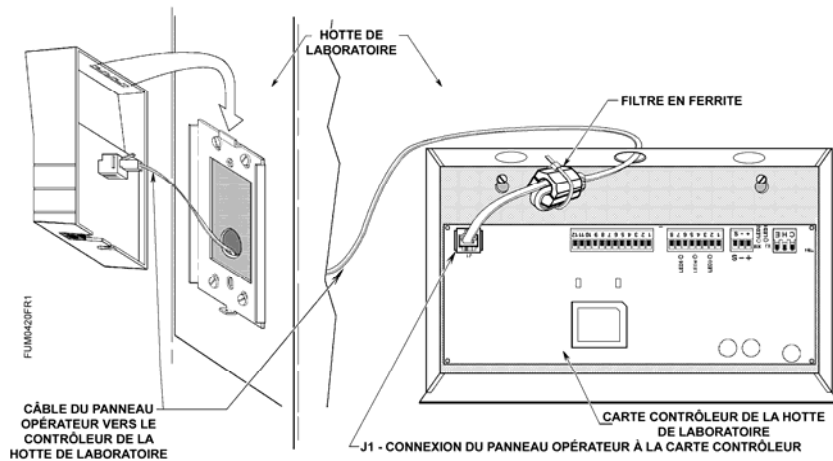
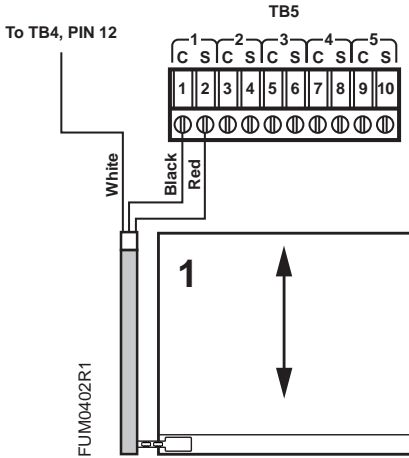
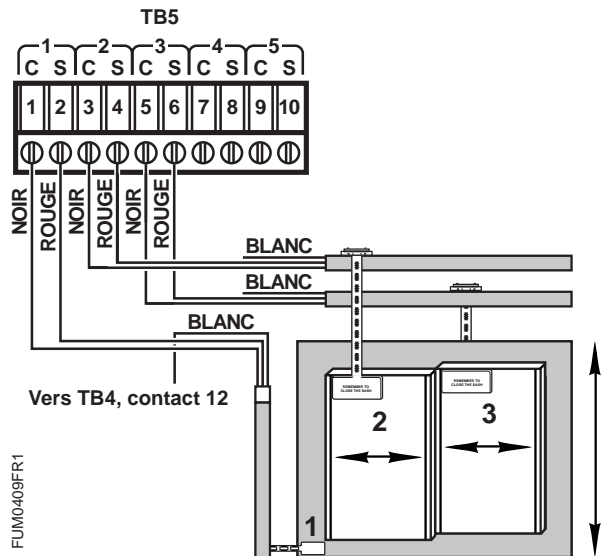

Figure 5. Filtre en ferrite installé.
Figure 7. Configuration châssis vertical simple.
Figure 10. Configuration deux châssis horizontaux/un châssis vertical.
8. Effectuer le câblage en fonction de l'application de hotte de laboratoire (voir Figure 5). Le raccordement des châssis verticaux est illustré par les Figures 7 à 9. Le raccordement pour les châssis horizontaux et mixtes est illustré par les Figures 10 à 14. La polarité rouge/signal et noir/commun doit être maintenue sur tous les capteurs de châssis. Raccorder tous les fils de capteurs de châssis inutilisés à l'écran du châssis : TBA contact 12. Raccorder les deux connexions d'une charge de 24 V~ directement sur la carte contrôleur. La borne 24 V~ "H" est commutée à travers un triac vers les bornes NO lorsque les sorties numériques (DO) qui lui sont associées sont mises sous tension.
10. Enficher le câble du panneau de commande dans le port de communication du panneau de commande sur la carte contrôleur (Figures 5 et 6).